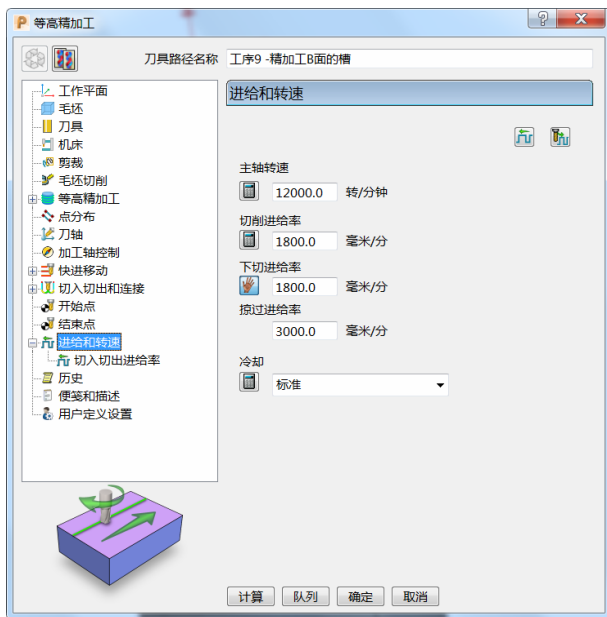
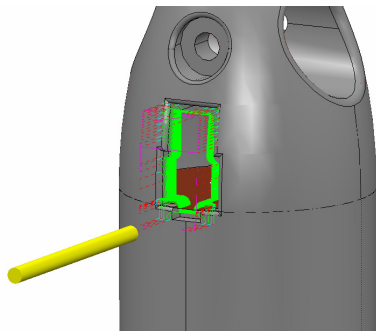

图 6-84
图 6-85
1800.0mm/min、掠过进给率 3000.0mm/min，标准冷却。（图 6-84）
10) 单击图 6-84 中的“计算”按钮，刀具路径如图 6-85 所示。